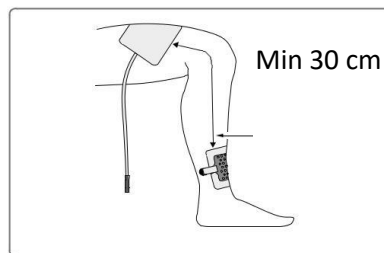

Figura 16. Applicare gli elettrodi di medicazione e dispersivi WoundEL® a una distanza minima di 30 cm.
1. Applicare gli elettrodi di medicazione e dispersivi WoundEL® a una distanza minima di 30 cm, secondo le istruzioni di utilizzo (v. *Figura 16*).